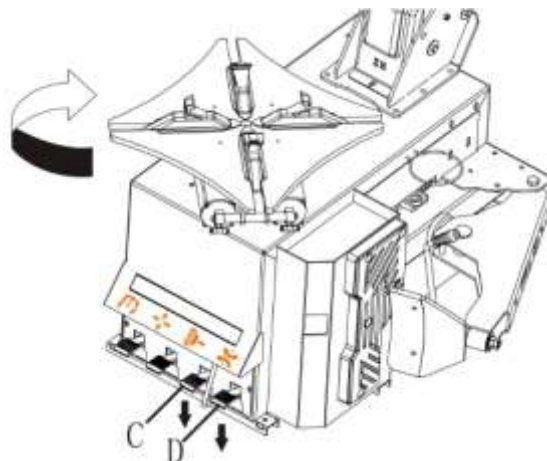

Abb. 13
- **Betriebstest:** Nach Anschluss Pedal D durchdrücken (Abb. 13), der Drehtisch dreht sich im Uhrzeigersinn. Dieser Test ist sehr wichtig!